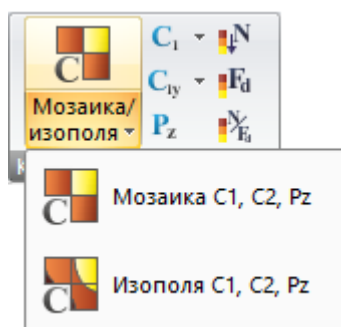

Рис. 110. Раскрывающийся список **Мозаика/изополя  $C_1$ ,  $C_2$ ,  $P_z$**
**Мозаика/изополя  $C_1$ ,  $C_2$ ,  $P_z$**  (рис.110) – раскрывающийся список с заменой для выбора способа графического отображения пластин в соответствии со значением в них коэффициентов постели и вертикальной равномерно-распределенной нагрузки: